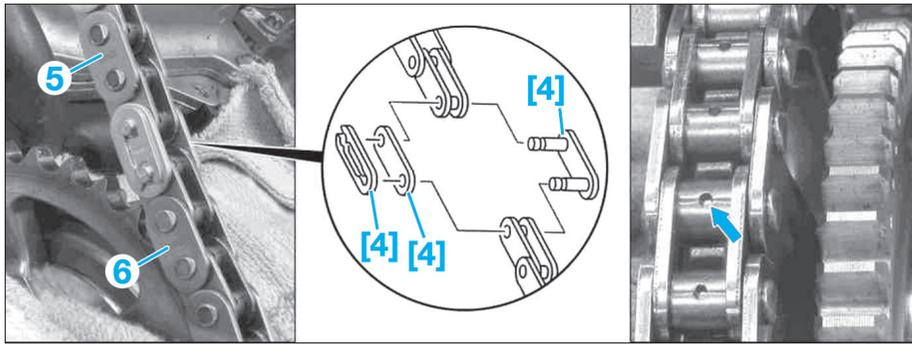

FIG. 22
- [4]. Ensemble de maillon de montage (ref. 640 589 02 63 00) (Fig.22).
- Relier la chaîne de distribution neuve (5) à la chaîne de distribution usagée (6) à l'aide de l'ensemble de maillon de montage [4] (Fig.22).